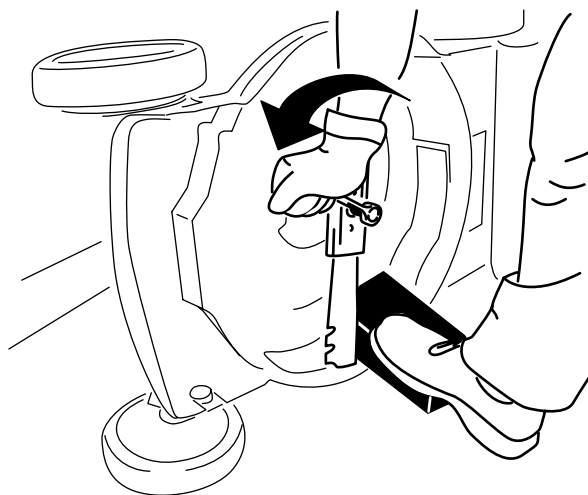

Figura 22
3. Usate un blocco di legno per tenere ferma la lama (Figura 22).
4. Togliete la lama e conservate la bulloneria di montaggio (Figura 22).